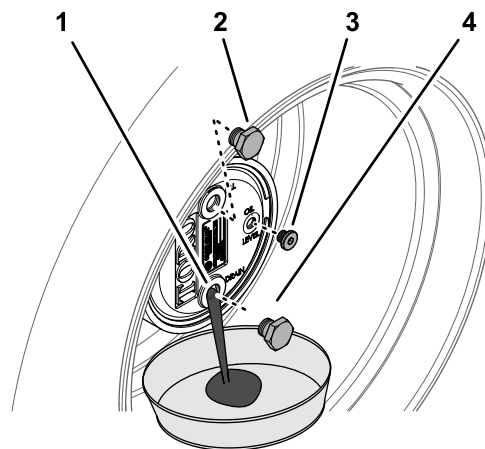

Figura 101
2. Retire el tapón de llenado en la posición de las 12 y compruebe el tapón en la posición de las 3 (Figura 101).
3. Coloque un recipiente debajo del cubo planetario, retire el tapón de vaciado en la posición de las 6 y deje que se drene el aceite (Figura 101).
5. Instale el tapón de vaciado en el orificio de vaciado del alojamiento de los engranajes planetarios (Figura 101).